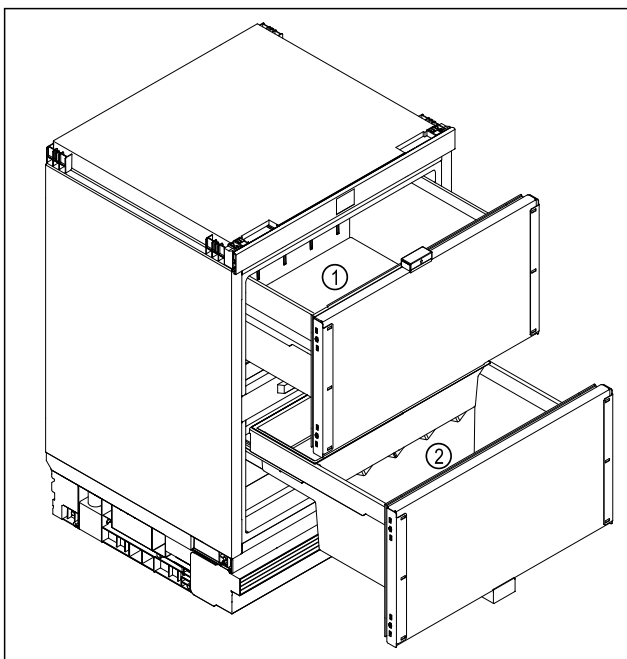

Fig. 7 Ilustrační zobrazení
- Horní vysouvací vozík Fig. 7 (1): Skladujte potraviny citlivé na chlad, máslo, sýry, konzervy.
- Spodní vysouvací vozík Fig. 7 (2): Skladujte potraviny, které se snadno kazí, jako hotová jídla, ryby, maso a uzeniny, čerstvé mléčné výrobky.